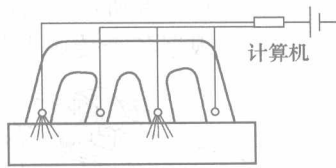

图 1-8 分组喷射系统
2) 分组喷射系统(图 1-8)。分组喷射系统是将喷油器按发动机的每个工作循环分成若干组交替地进行喷射。皇冠 3.0、LS400 等轿车就使用分组喷射系统,但是这种喷射系统使用得已经越来越少。